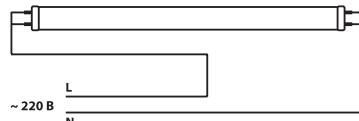

Рис. 3
**Внимание!** Светильники DSP-04S-R предназначены для использования со светодиодными лампами T8 сетевого напряжения 176–264 В (в комплект не входят). Необходимо использовать лампы с подключением питания с двух сторон, согласно Рис.3.